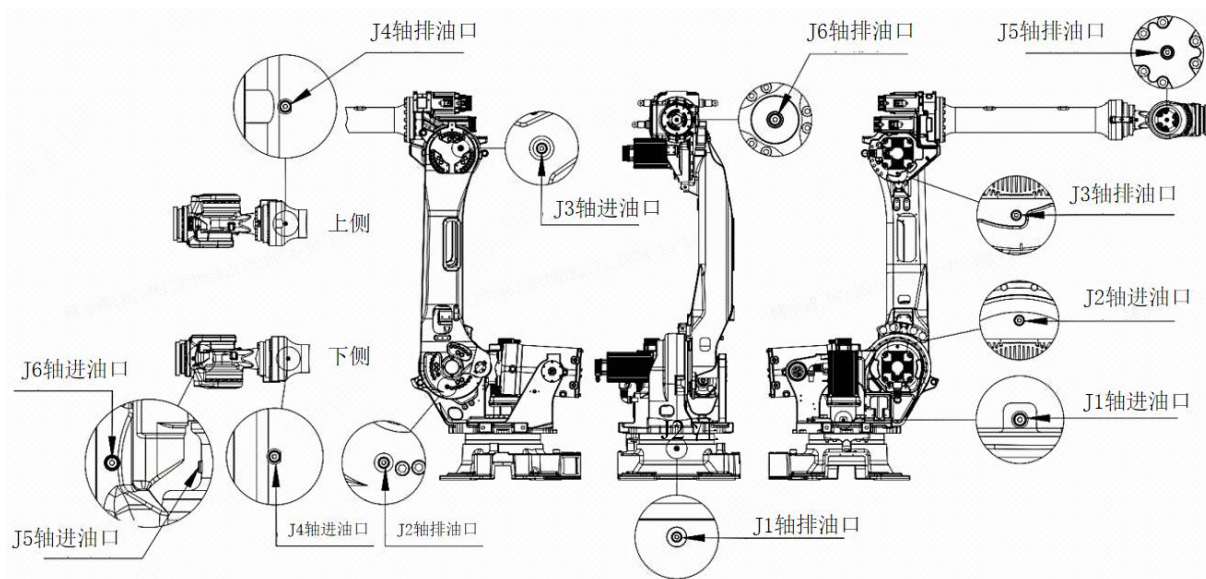

图 4-1 机器人注油口和排气口分布图
- 3) 拆下润滑脂供、排油口的内六角螺塞 M10\*1，见图 4-1